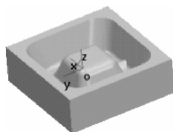

图 3-132 烟灰缸的下模造型
(5)由于分模得到烟灰缸的下模的坐标系不能作为编程坐标系,因此,可以将生成的烟灰缸的下模存成扩展名为“烟灰缸下模. x_t”文件。再新建一个文件,单击  按钮,弹出“打开”对话框,选取“烟灰缸下模. x_t”,单击  按钮,弹出“输入特征”对话框,选取“当前零件U输入零件”单选项,拾取坐标系的原点作为定位点,选取“给定旋转角度”单选项,输入角度一“0”,输入角度二“180”,单击  按钮,完成操作,作图结果如图 3-132 所示。